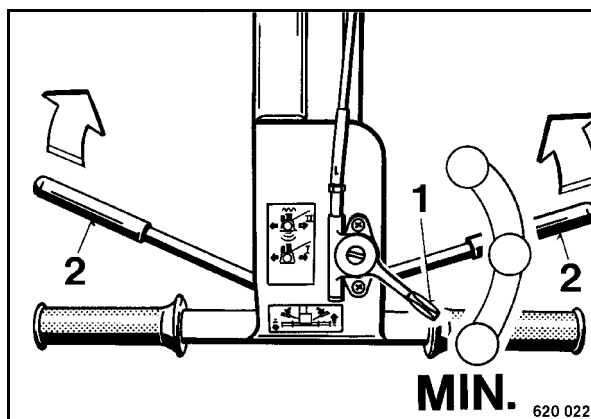

рис. 19
- Медленно отпустить рычаг направления 2 (рис. 19).
- Установить рычаг управления частотой вращения (1) на "MIN" (холостой ход), и для выравнивания температуры двигателя дать ему еще непродолжительное время поработать.